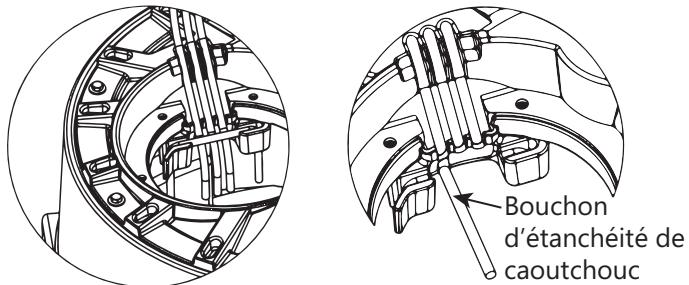

Figure 7. Bien assurer l'étanchéité des cordons, derrière la tige QuickTree
**Système intégré d'étanchéité des cordons** : Il est important d'assurer adéquatement l'étanchéité des cordons du moteur de la pompe, de l'interrupteur à flotteur et de l'alarme facultative dans les tuyaux d'étanchéité spécialement conçus situés sous le couvercle d'accès. Une bonne étanchéité est nécessaire pour que les émanations d'égout ne s'échappent pas du système. Placer les cordons solidement en place dans les tuyaux de caoutchouc, tel qu'illustré à la Figure 7 en prenant soin d'éviter que les cordons n'aient trop de jeu dans le système.
**IMPORTANT :** trois tuyaux à cordons sont fournis. Dans le cas des systèmes sans alarme facultative, seuls deux canaux seront utilisés et le troisième doit être bouché à l'aide d'un bouchon d'étanchéité de caoutchouc fourni. Voir la Figure 7 [droite]. S'il y a un cordon d'alarme, les trois canaux serviront. Tous les joints d'étanchéité en caoutchouc du couvercle sont fixés de manière permanente et n'ont pas besoin d'être remplacés.